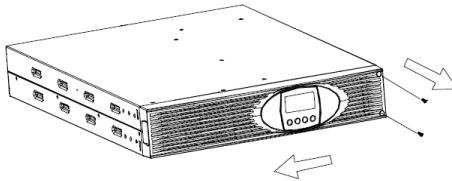

Figura 11: Smontaggio del pannello frontale
1. Rimuovere il pannello frontale (vedi Figura 11). Svitare prima le due viti sul lato destro del pannello. Successivamente spingere il pannello verso sinistra.